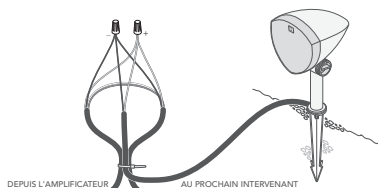

Figure 8
- Coupez les deux fils appropriés pour l'enceinte gauche ou droite (voir les tableaux ci-dessous) et dénudez 3/4 po d'isolation sur les extrémités exposées des fils d'enfouissement, puis dénudez 3/4 po d'isolation aux extrémités des câbles de l'enceinte correspondante (voir Figure 8).
- Créez une boucle d'environ 250 mm (10po) et utilisez un collier de serrage pour maintenir la boucle et la queue de cochon de l'enceinte en place afin de soulager la tension (voir Figure 8).